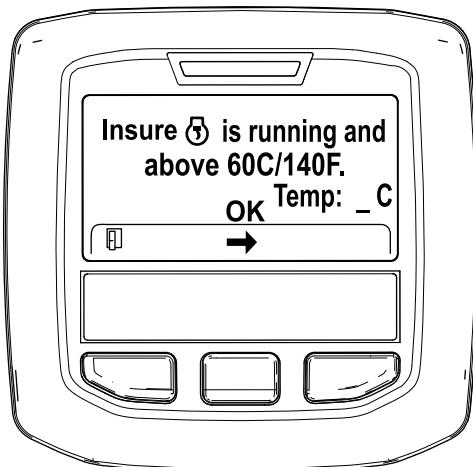

Figura 45
5. Si la temperatura del refrigerante es inferior a 60 °C (140 °F), se muestra el mensaje "Insure ⚡ is running and above 60C/140F" (Asegurarse de que esté en marcha y a más de 60 °C/140 °F) (Figura 45).